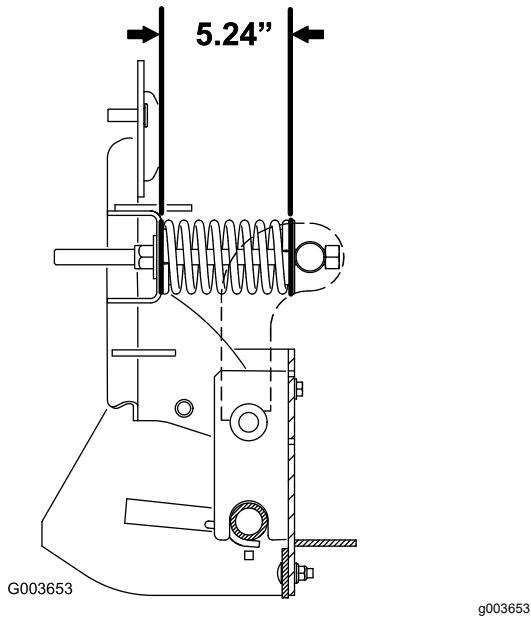

図 8
- ・ スカリファイングの強さは、スプリングの長さで調整します図8。スプリングを長くすると強いスカリファイングになります。スプリングを短くすると弱いスカリファイングになります。
スプリングと調整ロッドは出荷時に調整済みです。新しいパーツを取り付けたり、スプリングを外したりした場合には、図8に示すようにスプリングの長さを133mmに調整してください。